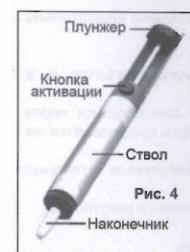

Рис. 4
- Удалите припой, нажав еще раз на плунжер (См. Рис.4).